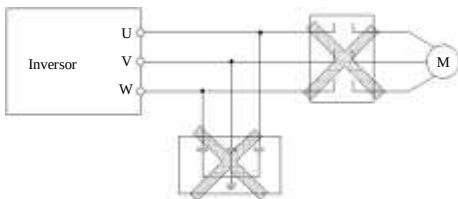

Fig.3-3 Chave eletromagnética e capacitores de filtragem banidos na saída.
- (1) Assegure-se que a energia foi completamente desligada há pelos menos 10 minutos antes de conectar os cabos, caso contrário, há risco de choque elétrico.
- (2) Proibida a conexão da rede elétrica nos terminais de saída do inversor U, V, W.
- (3) Existe uma corrente de fuga proposital superior a 5mA nos inversores de média e alta potência por razões de segurança, o inversor e o motor devem ser aterrados cuidadosamente, normalmente utiliza-se cabos de cobre com secção igual ou superior a 4mm² e a resistência de aterramento deve ser menor que 10Ω.
- (4) Chaves eletromagnéticas, capacitores de filtragem ou outros filtros, não devem ser conectados a saída do Inversor, ver Fig.3-3.
- (6) Para proteção da entrada e facilitar a manutenção, é recomendado a instalação de um dispositivo de proteção ou relé.
- (7) Os cabos de conexão de relé e comando (X1 ~ X8 OC4 OC1 FWD, REV) Devem ser acima de 0.75mm² isolados, ou preferencialmente blindados, sendo uma extremidade ligada ao aterramento PE ou E e a outra não conectada. Distância inferior a 20m.